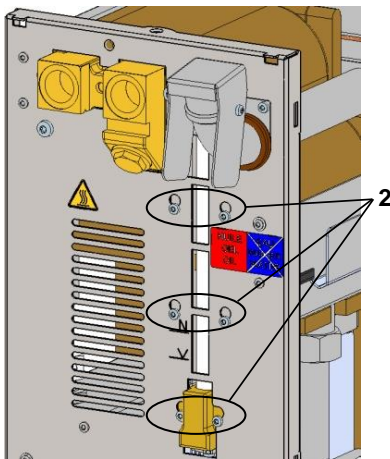

Abb. 3: Füllstandsanzeige demontieren
- 6x Schrauben (Kennzeichnung 2 → Abb. 3) entfernen.